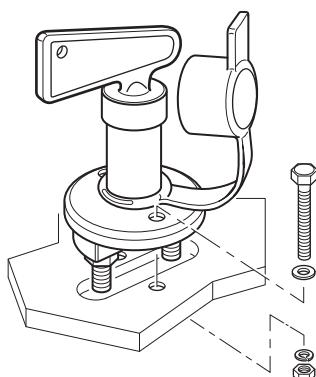

Fig. 45
- Monte el secccionador de baterías en un lugar adecuado del vehículo y fíjelo con los tornillos suministrados (Fig. 45).